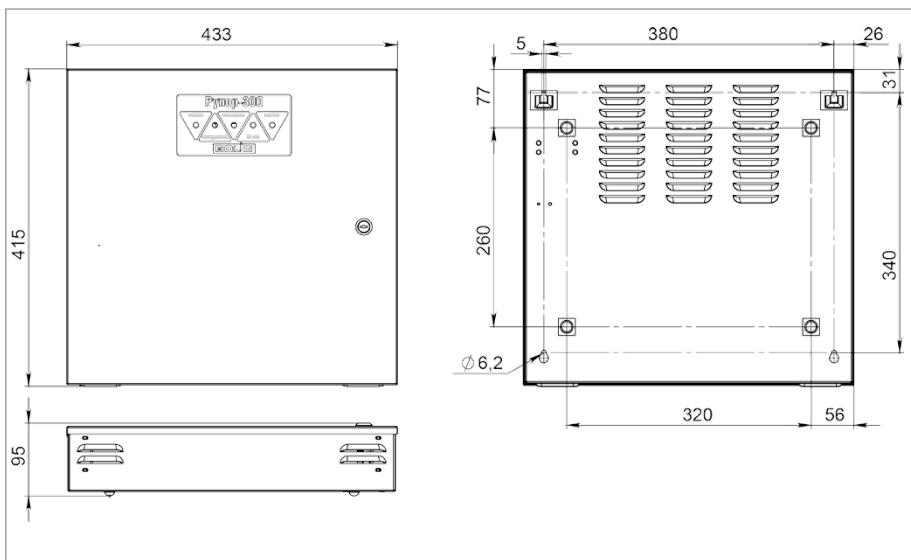

Рисунок 35. Внешний вид и габаритные размеры блока «Рупор-300»
2. При необходимости установите амортизаторы RBS-41-ВК из комплекта поставки в соответствии с разметкой на Рисунок 35.
4. Наметьте на стене места для четырех установочных отверстий в соответствии с габаритным чертежом (см. Рисунок 35). Просверлите отверстия.